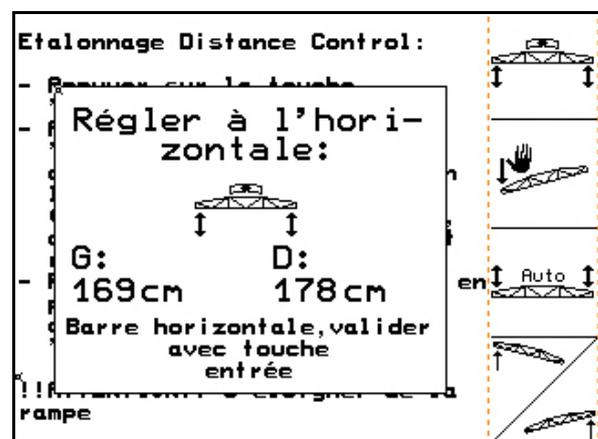

Fig. 30
4. Positionnez la rampe à l'horizontale. La hauteur des deux capteurs est constamment affichée (Fig. 30).